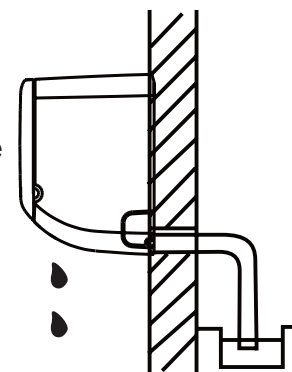

Abb. 4.8
2. Wenn sich das Loch hinter dem Gerät befindet, halten Sie die abnehmbare Platte dort. Wenn sich das Loch im Inneren des Innengeräts befindet, entfernen Sie die abnehmbare Kunststoffplatte von dieser Seite des Geräts. (Siehe Abb. 4.8). Dadurch entsteht eine Lücke, durch die die Leitung aus der Einheit ausgehen kann. Verwenden Sie eine Spezialzange, wenn sich die Kunststoffplatte nur schwer von Hand entfernen lässt.